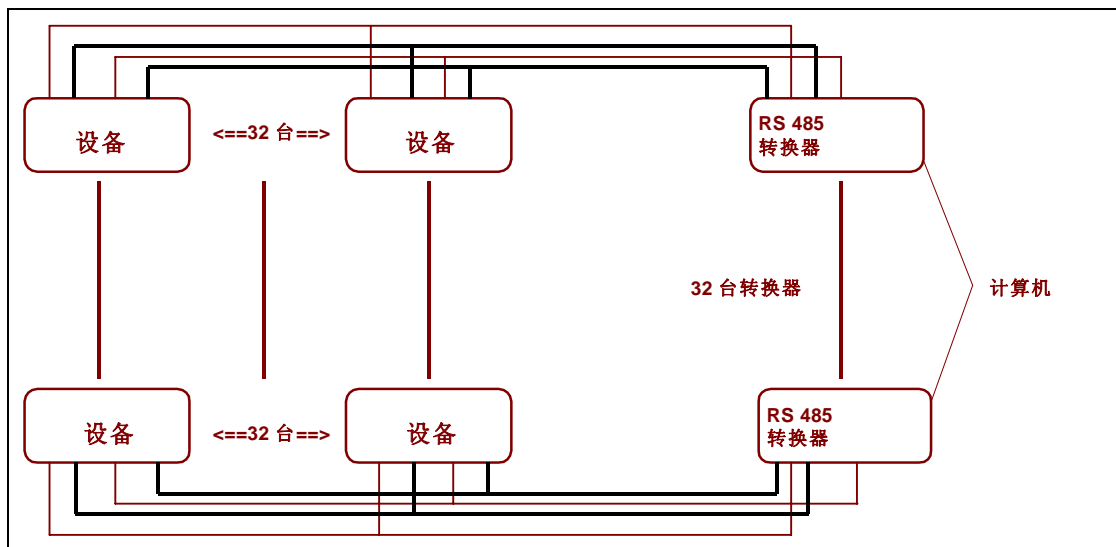

图 4.8: 具有转换器的四线 RS-485 通讯安装连接
- 四线连接时，在同一网络中最多可包括 3600 台仪器（图 4.8）。